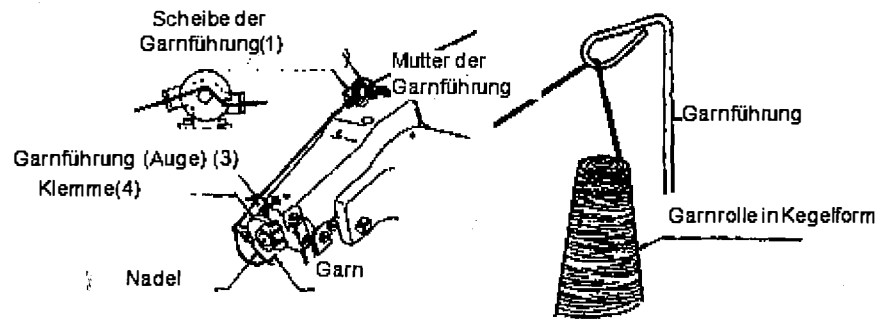
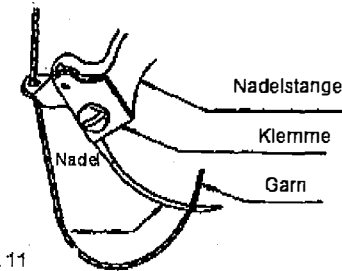

Abb. 9
Abb. 11
C. Für eine korrekte Arbeit der Nähmaschine führen Sie das Garn exakt so, wie das in der Abbildung 9 dargestellt wurde.
Wenn Sie einen Gamspanner benutzen, führen Sie das Garn zuerst durch das hintere Ohr des Garnführers (1). Anschließend führen Sie das Garn zwischen den zwei Scheiben des Gamspanners (2), wie in der Abb. 9 dargestellt. Führen Sie das Garn nach hinten durch das Ohr des Garnführers. Führen Sie das Garn nach vorne der Maschine, führen Sie es von oben in den Garnführer (3) und zum Auge des Halters (4). Vergewissern Sie sich, dass sich die Nadel in der äußersten Position links befindet. Fädeln Sie das Garn von unten durch das Nadelöhr, wie in der Abb. 11 dargestellt.